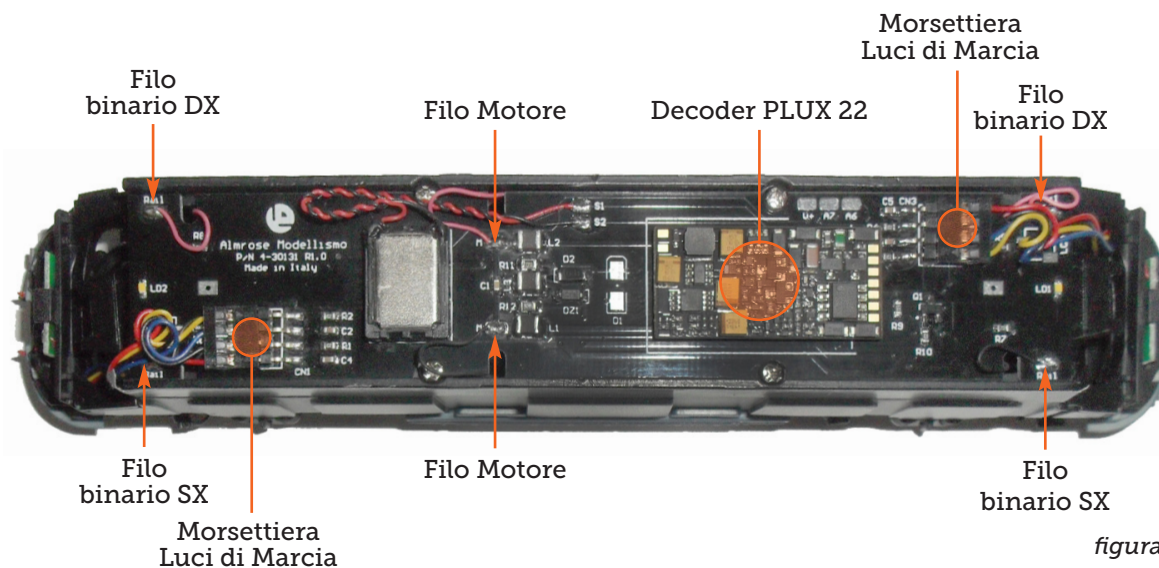

figura 4
6. Saldare i fili provenienti dalle prese di corrente dei carrelli sulle piazzole contrassegnate dalla scritta "Rail" e i fili del motore sulle piazzole contrassegnate dalla scritta "M" facendo riferimento alla figura 4.
7. Infilare le morsettiere delle luci di marcia anteriori e posteriori al nuovo PCB facendo riferimento all'immagine sottostante (Attenzione! Rispettare il verso del connettore come indicato in figura 4. I contatti della morsettiera devono sempre essere a vista rivolti verso l'alto).